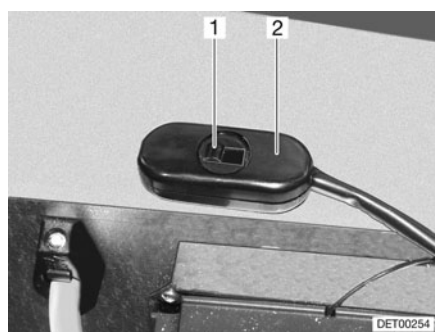

Fig. 157 Interrupteur réduction de la vitesse de rotation
L'interrupteur à curseur permet de régler la vitesse de rotation du circulateur (Fig. 157,2). Une faible vitesse de rotation réduit les bruits de fonctionnement de la pompe.
- Pousser l'interrupteur à curseur (Fig. 157,1) vers la droite. La puissance est réduite.